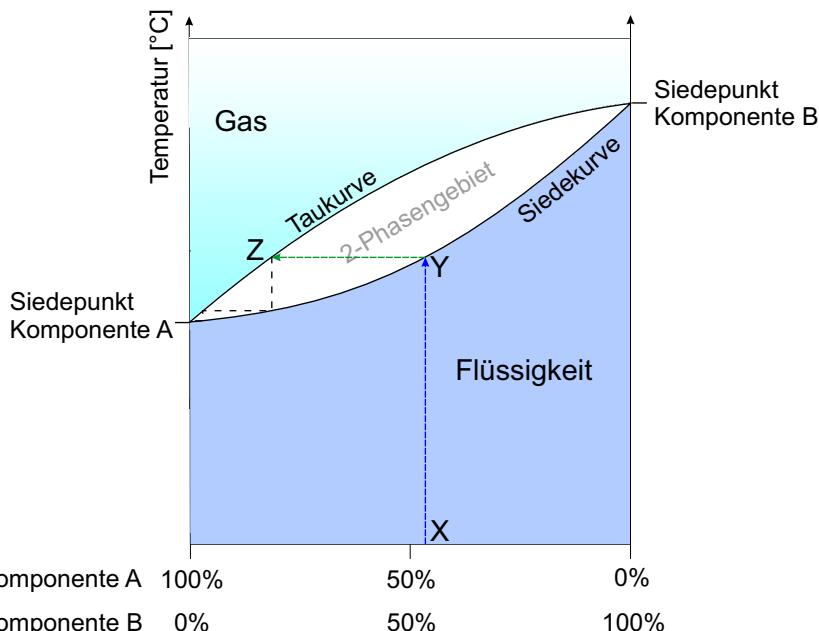

Abbildung 4.13: Siedediagramm für ein Stoffgemisch aus den Komponenten A und B
In einer Destillation erhitzt man das zu trennende Gemisch so lange, bis es zu sieden beginnt. Dabei entsteht Dampf, der nicht die gleiche Zusammensetzung wie das Gemisch hat, sondern reicher an der Komponente ist, die den niedrigeren Siedepunkt besitzt. Dieser Dampf wird kondensiert und das flüssige Kondensat wird aufgefangen. Die Trennung des Gemisches basiert also auf der unterschiedlichen Zusammensetzung der siedenden Flüssigkeit und des gasförmigen Dampfes. Eine destillative Trennung kann anhand eines *Siedediagramms* erläutert werden (► Abbildung 4.13). In diesem ist die Zusammensetzung des zu trennenden Gemisches gegen die Temperatur aufgetragen. Im Siedediagramm beschreibt die *Siedekurve* die Temperatur, bei der ein Gemisch bei einer bestimmten Zusammensetzung siedet. Die *Taukurve* beschreibt die Zusammensetzung des Kondensats in der Gasphase bei einer bestimmten Temperatur. Zwischen der Siedekurve und der Taukurve liegt ein 2-Phasen-Gebiet, in dem Flüssigkeit und Dampf gleichzeitig vorliegen können. Erhitzt man ein Gemisch aus zwei unterschiedlichen Substanzen der Zusammensetzung X , so steigt die Temperatur bis zum Erreichen der Siedekurve (Y) an. In der Gasphase ist die leichter siedende Komponente in höherer Konzentration enthalten. Die Zusammensetzung der Gasphase bei gleicher Temperatur zeigt die Taukurve an, wenn eine waagerechte Linie gezogen wird (Z). Eine Flüssigkeit dieser Zusammensetzung wird erhalten, indem die Gasphase kondensiert wird. Der Gehalt an niedriger siedender Komponente A ist in diesem Kondensat höher. Gleichzeitig verarmt der Rest des Flüssigkeitsgemisches, der als Destillationssumpf bezeichnet wird, an der niedrig siedenden Komponente. In einer herkömmlichen Destillationsvorrichtung, wie z.B. einer Destillationsbrücke (Abbildung 1.2), tropft immer ein gewisser Teil des Kondensats zurück in den Sumpf, wobei sich aufsteigender Dampf mit diesem Kondensat vermischt und die leichter siedende Komponente mit nach oben reißt. So kommt es langsam zu einer Anreicherung der leichter siedenden Komponente A, bis sie rein isoliert werden kann. Dies gilt allerdings nicht für Azeotrope, die weiter unten erläutert werden. Dieser Prozess ist im Siedediagramm durch die weiteren gestrichelten Stufen zwischen Siede- und Taukurve dargestellt.